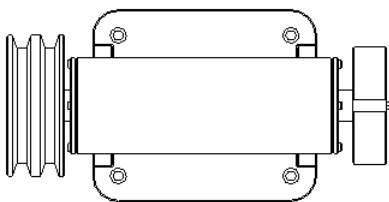

图 3.9.23 俯视图
Step1. 选中主视图，右击。在系统弹出的快捷菜单中选择 投影视图 (P) 命令。
Step3. 双击该俯视图，在系统弹出的“绘图视图”对话框中将视图的显示模式设置为 消隐，然后关闭对话框，结果如图 3.9.23 所示。